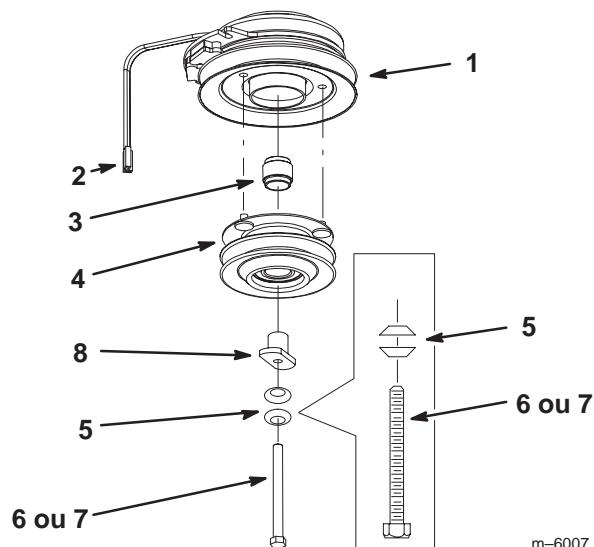

Figure 3
3. Posez la nouvelle entretoise de poulie dans l'embrayage (Fig. 3).
4. Montez l'ensemble poulie d'entraînement dans les trois trous percés dans la poulie d'embrayage (Fig. 3).
5. Posez l'entretoise d'entraînement dans l'ensemble poulie d'entraînement (Fig. 3).
6. Si la machine est équipée d'un moteur Kawasaki®, montez l'embrayage avec un boulon (7/16 x 4-1/2 pouce) et 2 rondelles bombées existantes (Fig. 3).
7. Si la machine est équipée d'un moteur Kohler®, montez l'embrayage avec un boulon (7/16 x 4 pouce) et 2 rondelles bombées existantes (Fig. 3).
8. Serrez le boulon d'embrayage à **75 Nm** (Fig. 3).
11. Branchez le connecteur de l'embrayage (Fig. 3), le cas échéant.